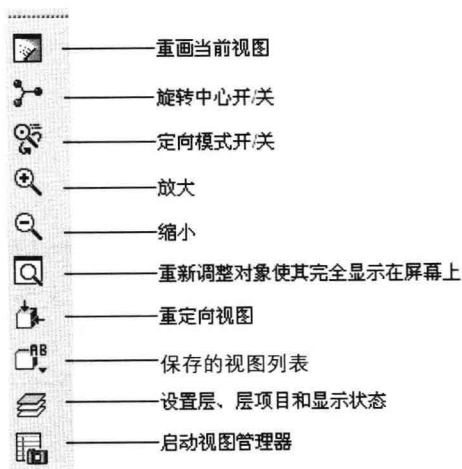

图 1-16
- “视图”工具栏:该工具栏中的功能按钮可以改变模型和主窗口的显示状态,如图 1-16 所示。